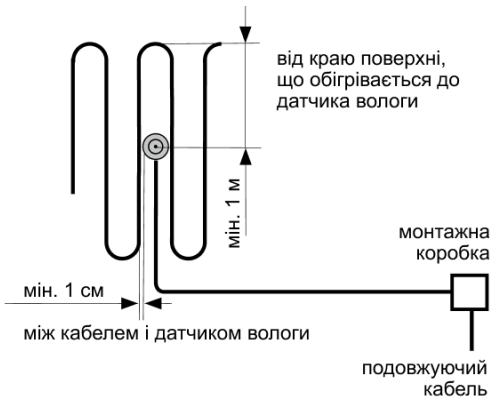

Рисунок 3. Правила розташування датчика вологи та нагрівального кабелю при підігріві ґрунту
- датчик вологи повинен розташовуватися всередині поверхні, що обігрівається і як мінімум в 1 м від її краю (рис. 3).